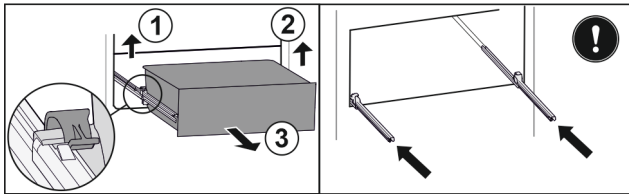

Fig. 62
- ▶ Повдигнете лявата скоба и едновременно с това изтеглете напред чекмеджето отляво. Fig. 62 (1)
- ▶ Повдигнете дясната скоба и едновременно с това изтеглете напред чекмеджето отдясно. Fig. 62 (2)
- ▶ Извадете чекмеджето напред. Fig. 62 (3)